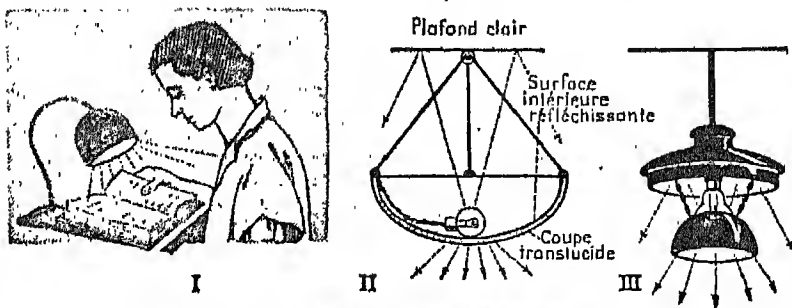

Fig. 9. — Différents modes d'éclairage artificiel.
pour éviter l'éblouissement. La lumière qu'elles émettent doit frapper uniquement la table de travail (fig. 9).
a) Dans l'éclairage direct, la lumière arrive directement des lampes sur l'objet à éclairer (fig. 9, I). C'est le dispositif le plus économique, mais le moins agréable, car il donne des ombres épaisses.
c) Dans l'éclairage mixte, on combine ces deux procédés (fig. 9, II et III), ce qui est la meilleure solution.